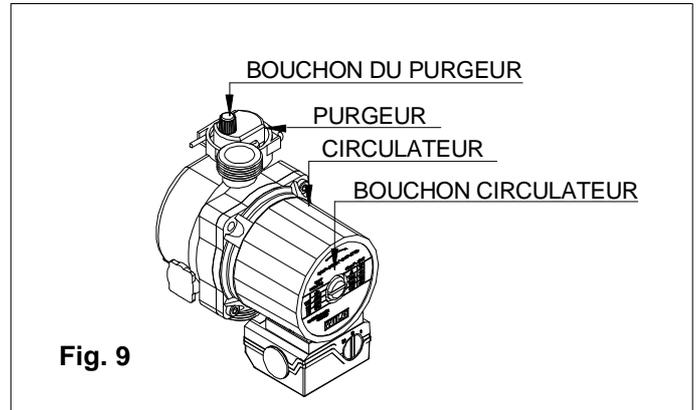

Fig. 9
- contrôler que le bouchon de purge du circulateur soit légèrement desserré pour permettre à l'air de sortir (Fig.9).